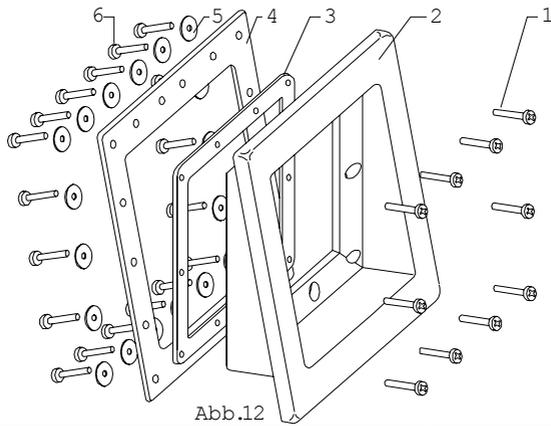

Abb.12
2.5 Schrägverlängerung (Art. 1531) für Skimmer V20 (Art. 152401) und VS30 (Art. 154401) (Abb.12)